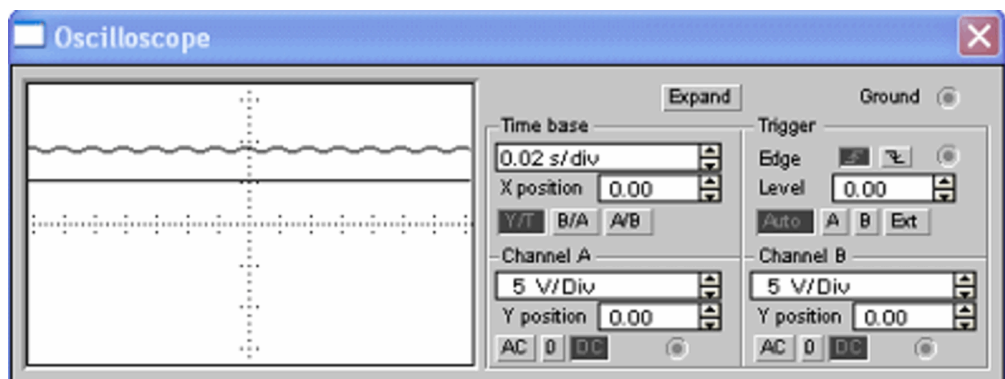

Рисунок 54 – Сигналы на входе и выходе стабилизатора.
5. Развернуть панель осциллографа и наблюдать входной и выходной сигналы (Рисунок 54).
10. Развернуть панель осциллографа и наблюдать входной и выходной сигналы (см. рисунок 54).